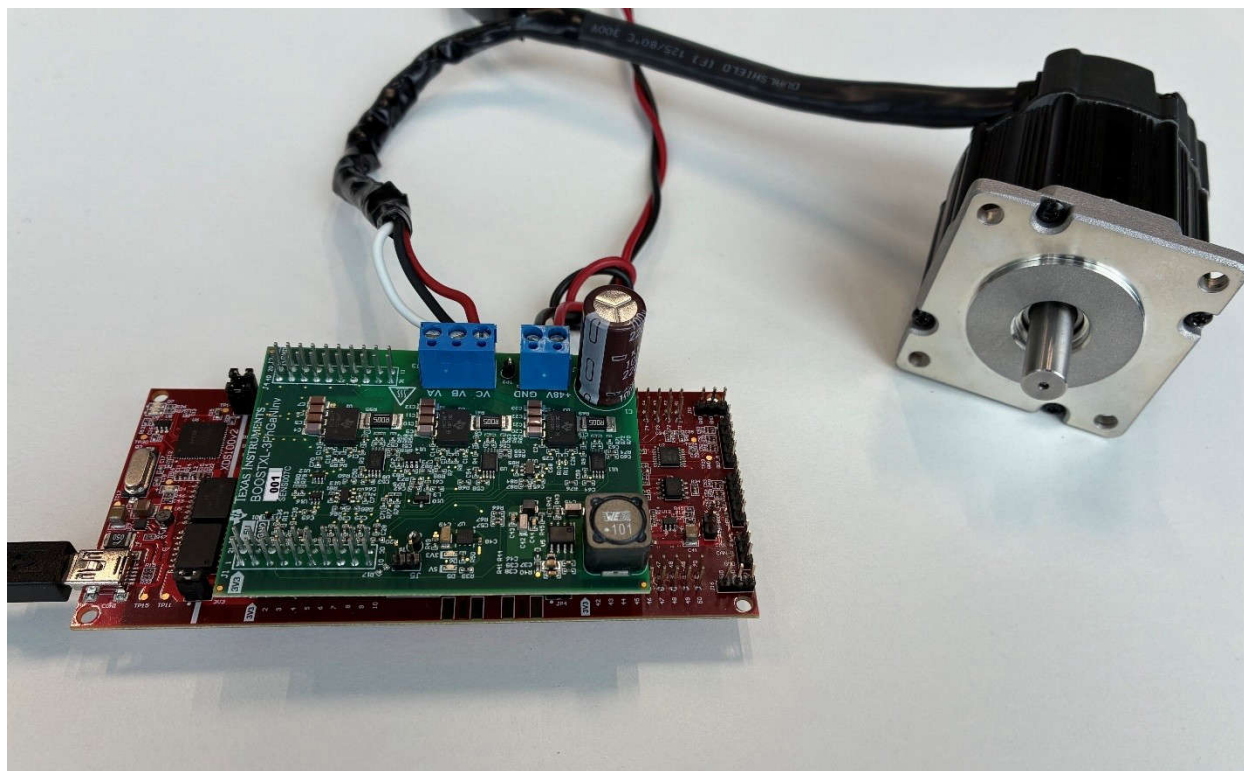

図 2-1. Mathworks の Simulink モデルベースのセンサレス FOC 実装でサポートされている LAUNCHXL-F28379D、BOOSTXL-3PHGANINV、LVSERVOMTR。
テキサス インスツルメンツ (TI) の LAUNCHXL-F28379D、BOOSTXL-3PHGANINV、および LVSERVOMTR (図 2-1) をベースとした市販の開発キット上で動作する、センサレス FOC の Simulink モデルベースの実装を入手するには、以下の手順に従ってください。